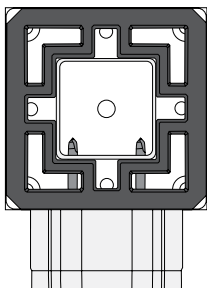

Figura 7
- En los soportes superiores del barandal, use tornillos de 2", que lleguen hasta el poste de acero. Mire de arriba hacia abajo por el poste para asegurar que los tornillos penetren en el poste de acero (Figura 7).